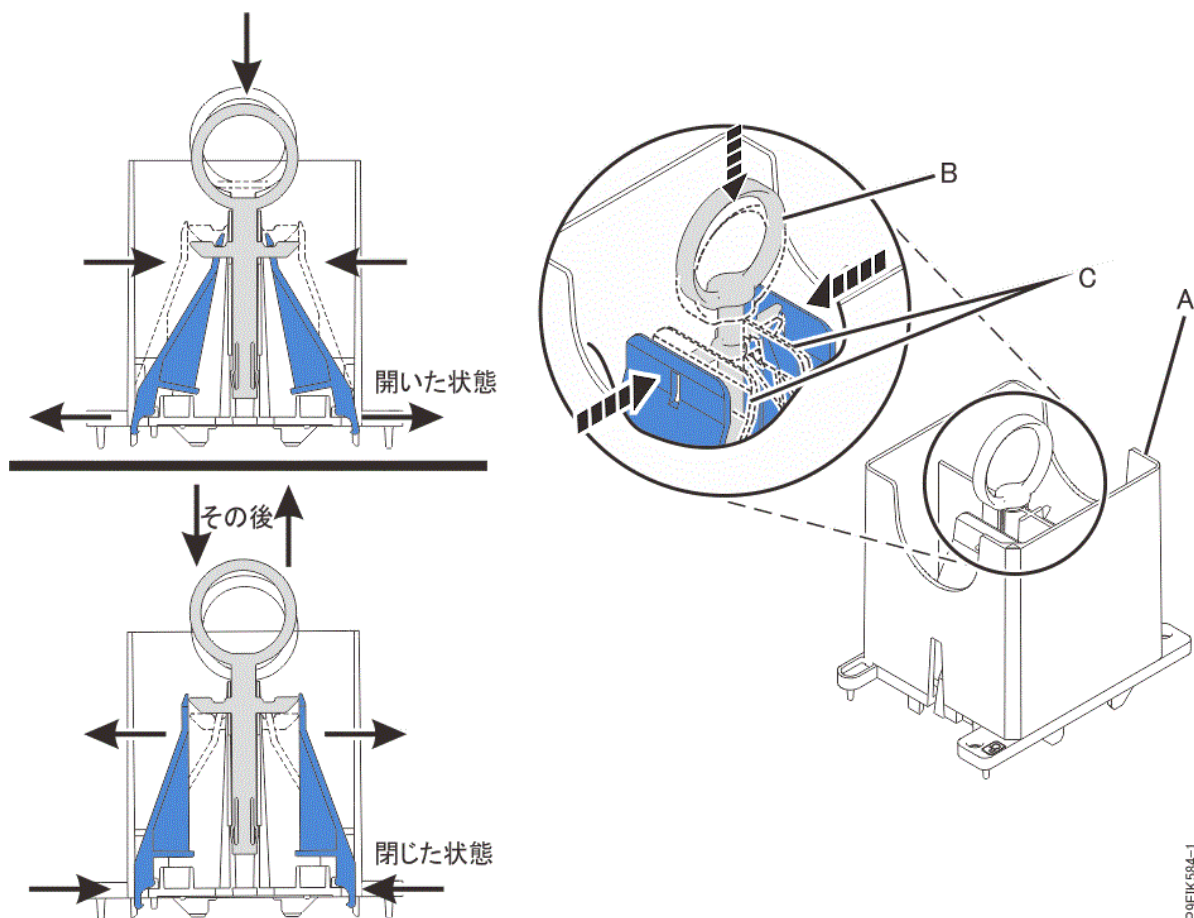

図 9. 取り出しツールがオープン位置にあることの確認
- a) 取り外しツール **(A)** がオープン位置になっていることを確認します (12 ページの図 9 を参照)。中間リング **(B)** を押し下げ、青色のタブ **(C)** を内側に向ける必要があります。